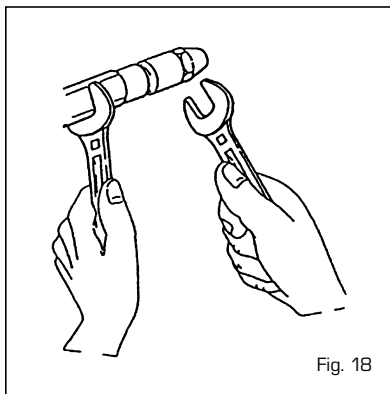

Fig. 18
- Houd het spuitblok met een sleutel nr. 19 tegen en draai het inspuitsstuk met een sleutel nr. 16 los (fig. 18).